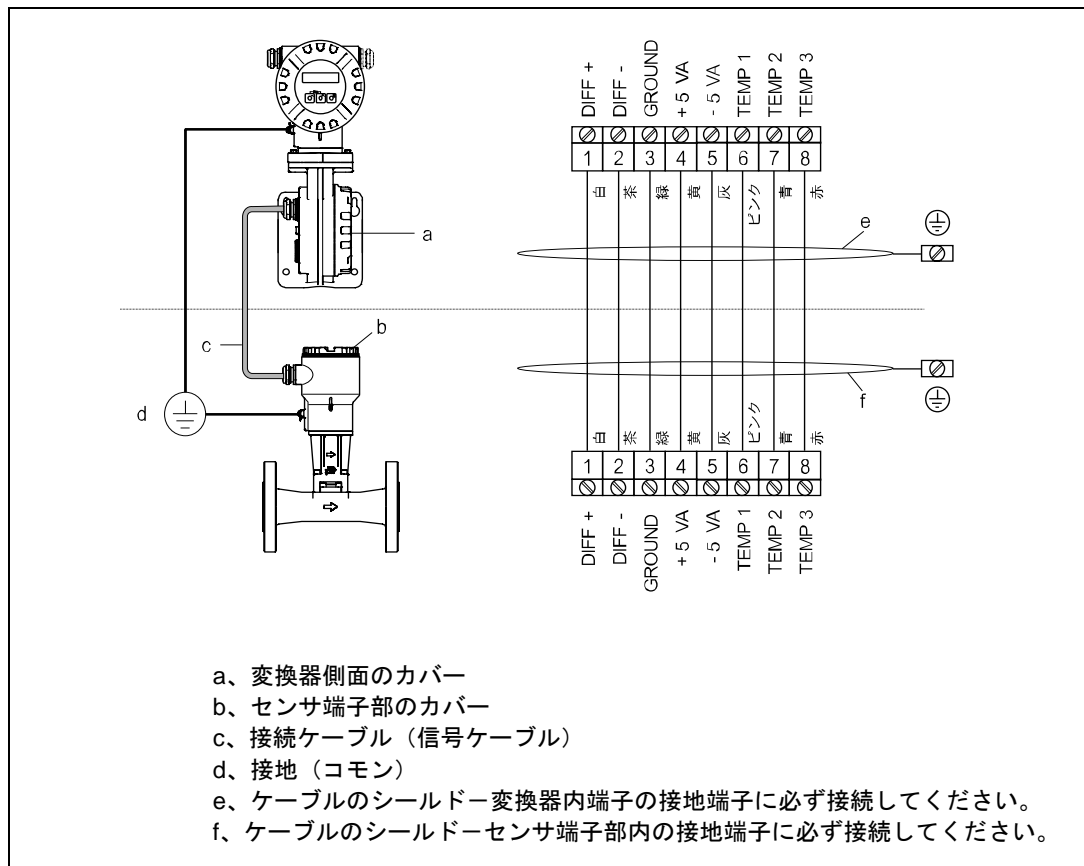

図 19
3. 信号ケーブル（c）を電線管に通した後、センサ側に結線します。（図19参照）